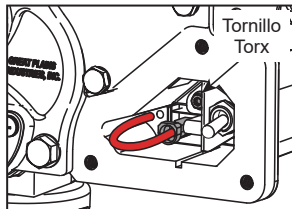

Figura 14
3. Extraiga el tornillo de cabeza Torx, luego retire el conjunto del interruptor (vea la Figura 14).